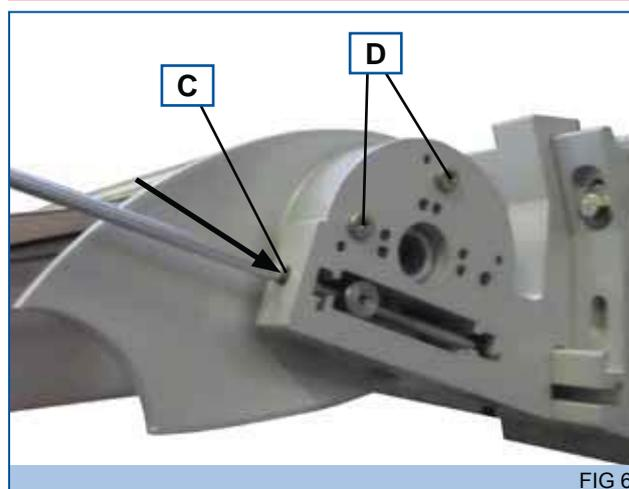

FIG 6
10. Une fois la pente désirée obtenue, fixez la position du store en serrant les vis (D-Fig 6) à l'aide d'une clé hexagonale de 5 mm.
En cas de TREUIL EXTERNE, desserrez les vis (D-Fig 6) à l'aide d'une clé hexagonale de 5 mm des trous précédemment percés sur le bouchon (voir FIG 9 à la page 11 du Manuel de montage).